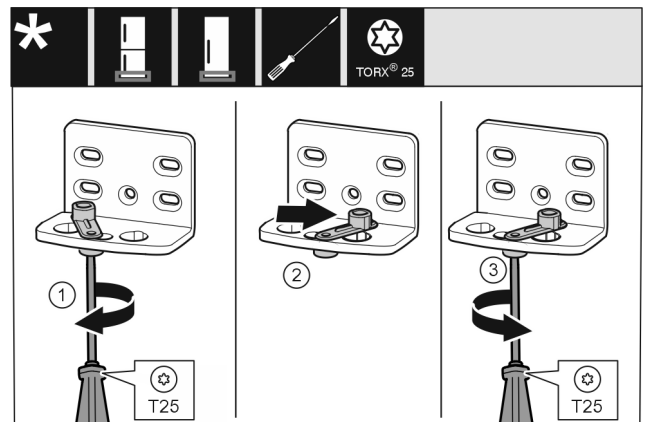

Fig. 13
- ▶ Visser la vis sans serrer avec un tournevis T25. *Fig. 13 (1)*
- ▶ Soulever le ressort de fermeture et le tourner de 90° à droite dans l'alésage. *Fig. 13 (2)*
- ▶ Serrer la vis avec un tournevis T25. *Fig. 13 (3)*